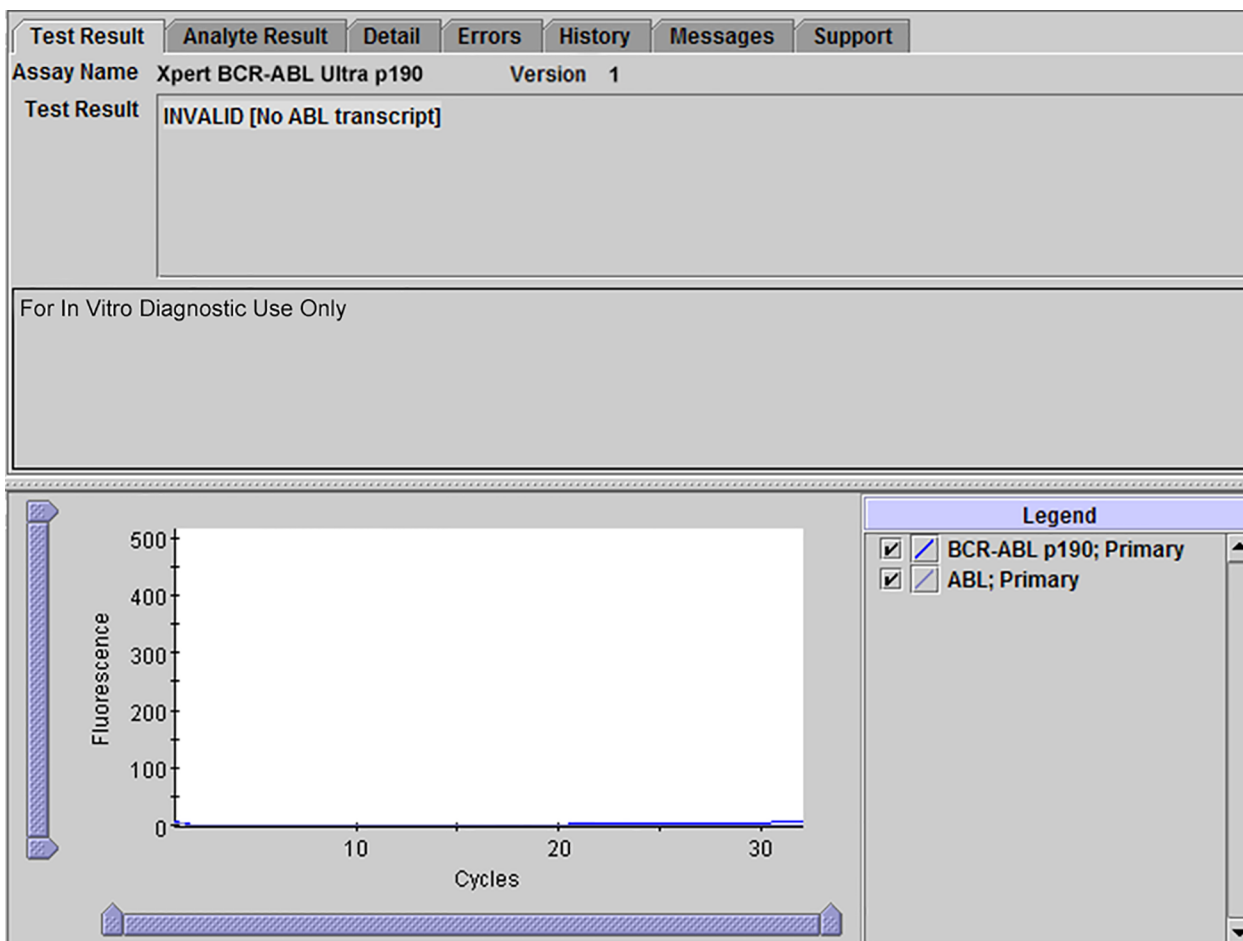

Figure 6. Fenêtre Afficher les résultats (View Results) du GeneXpert Dx
**Résultat :** **NON VALIDE [Transcrit ABL insuffisant] (INVALID [No ABL transcript])**. Voir Figure 6.